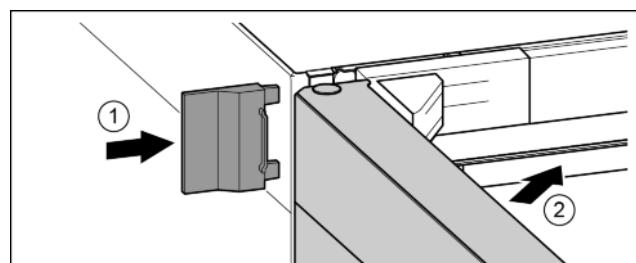

Fig. 20
- Надвинуть внешнюю крышку. Fig. 20 (1)
- Закрыть верхнюю дверь. Fig. 20 (2)